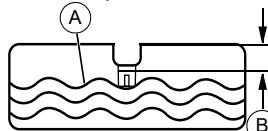

Figura 2-10.
- Añada lentamente el combustible recomendado (A). No llene en exceso (B). Vea la Figura 2-10.